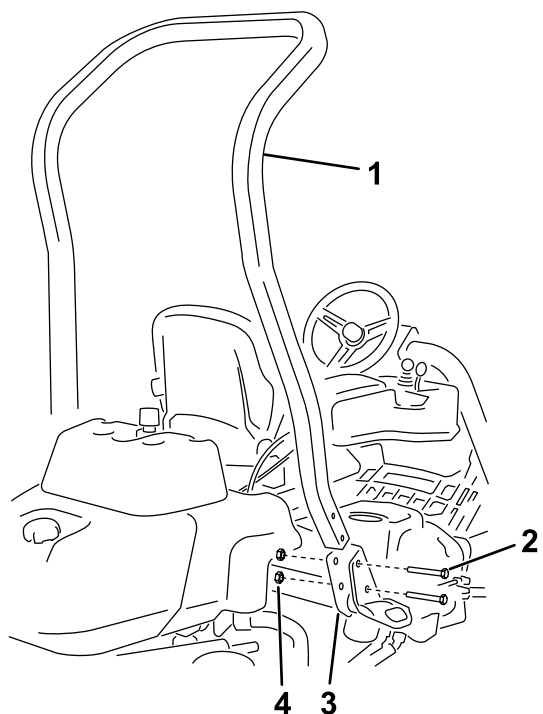

Figure 3
3. Utilice 4 pernos ($\frac{1}{2}$ " x $3\frac{3}{4}$ " y 4 tuercas con arandela prensada ($\frac{1}{2}$ " para instalar la barra antivuelco en los soportes del ROPS en cada lado de la máquina, como se muestra en la Figure 3.